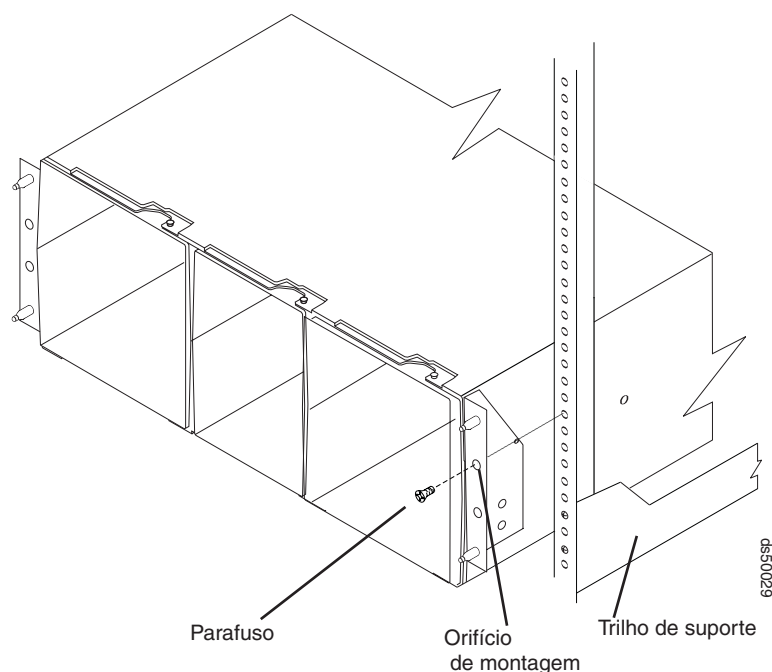

Figura 18. Prendendo o DS5100 ou DS5300 no Gabinete do Rack
1. Remova o DS5100 ou DS5300 vazio da caixa de remessa e coloque o subsistema de armazenamento no gabinete. A Figura 18 mostra a orientação correta do subsistema de armazenamento vazio em relação ao gabinete e ao trilho de suporte.
2. Prenda o subsistema de armazenamento no gabinete. A Figura 18 mostra como prender o DS5100 ou DS5300 nos membros verticais do gabinete.